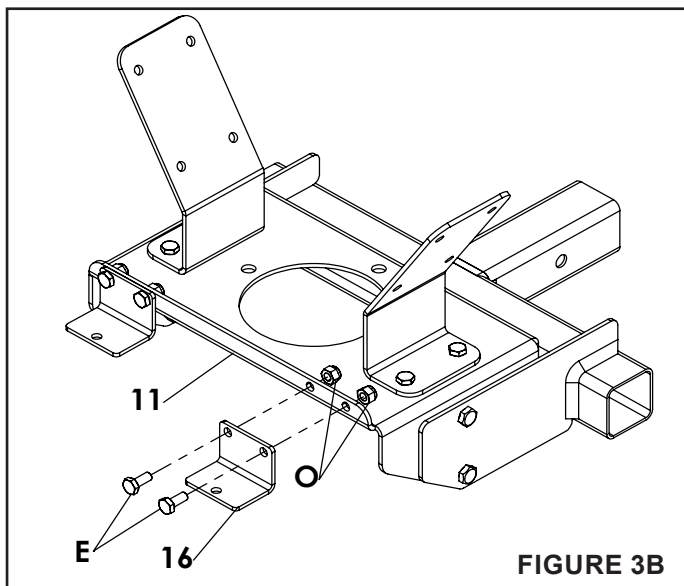

FIGURE 3B
ÉTAPE 3B : (VOIR FIGURE 3B)
- Fixez le support du déflecteur (16) au support de la trémie (11) à l'aide de deux boulons hexagonaux (E) et d'écrous hexagonaux (O).